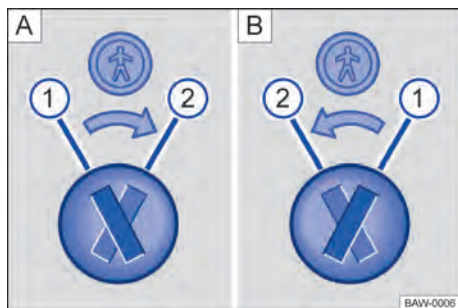

Fig. 43 Trava de segurança para crianças: **A** porta traseira esquerda, **B** porta traseira direita.
Legenda para → Fig. 43:
- Introduzir a haste da chave na ranhura da trava de segurança para crianças para ativar ou desativar → Fig. 43.